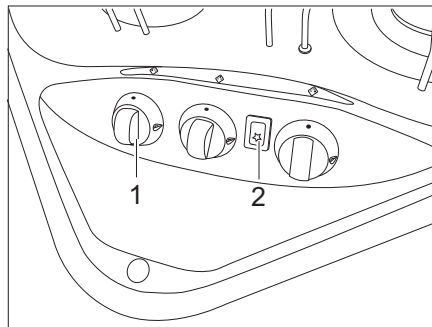
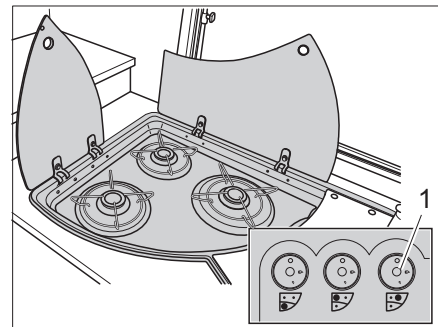

Bild 127 Bedienelemente für Gaskocher
Bild 128 Alternative: Bedienelemente für Gaskocher
- Drehregler (Bild 127,1 oder Bild 128,1) der gewünschten Brennstelle auf Zündposition (große Flamme) drehen.
- Wenn eine Zündtaste (Bild 127,2) vorhanden ist: Funke durch Drücken der Zündtaste erzeugen.